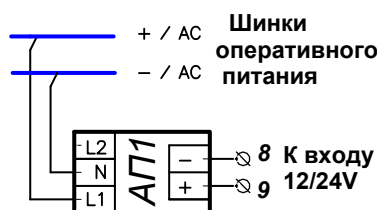

Рис. 7 Схема питания блока БУАВР от изолированного источника оперативного питания
Рис.7 Пример схемы АВР на максимальный ток 250 - 1000 ампер, с использованием автоматических выключателей серии Tmax, типоразмеры Т4-Т6 (ABB) с моторно-пружинным приводом МОЕ, управлением от БУАВР.ЭА.220,М, сетевым вводом и резервированием от ДЭС, электрической блокировкой автоматических выключателей, возможностью управления АВР в автоматическом и ручном режиме
6.8. При питании блока БУАВР от источника оперативного питания 110/220В переменного (выпрямленного) или постоянного тока, не допускающего соединения с нейтралью, рекомендуется использование адаптера питания АП1 <http://www.wel.net.ua/Russian/PDF/ap.pdf>, который необходимо подключить к входу 12/24В блока БУАВР, рис.7.